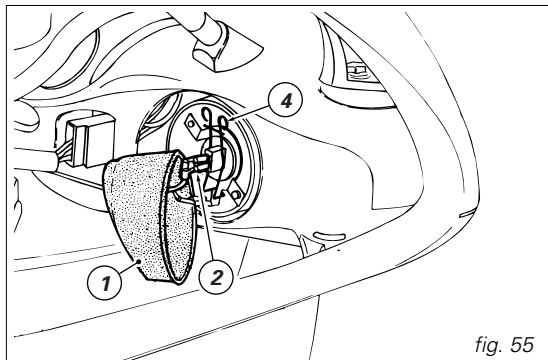

fig. 55
lampada anabbagliante (fig. 55): scollegare dal corpo proiettore la cuffia in gomma (1). Sfilare la spinetta (2) dalla lampada premendo il bottone di sgancio rapido inferiore.
Sganciare la molletta (4) di tenuta della lampada e rimuoverla dal supporto (fig. 55 e 56).